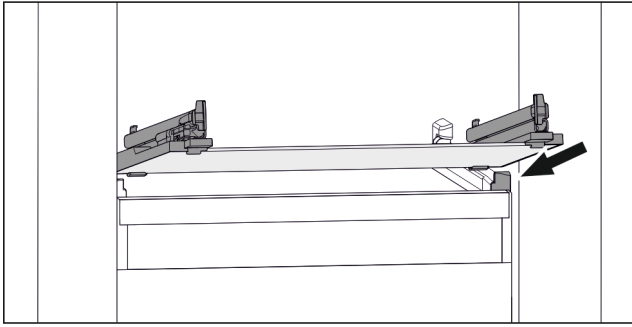

Fig. 156 Приблизне відображення скляної пластини
- ▶ Встановити скляну пластину за стопорами навкоси. (див. Fig. 156)